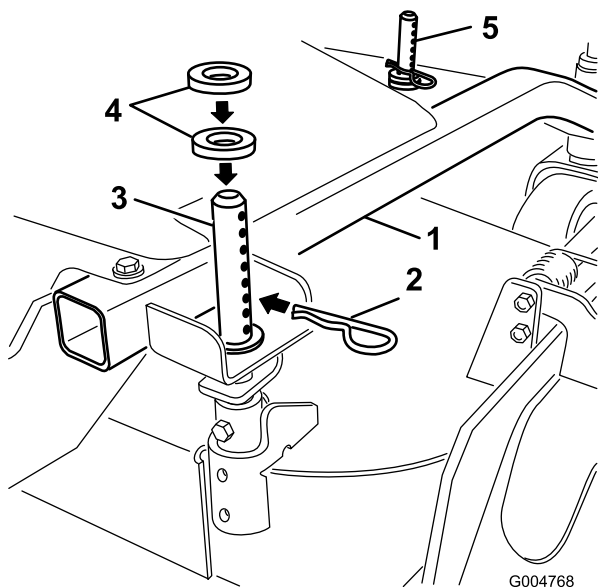

Figura 11
1. Selezionate il foro nella postazione dell'altezza di taglio e il numero dei distanziali corrispondenti all'altezza di taglio desiderata (Figura 11).
2. Tramite la manopola di sollevamento, sollevate il piatto di taglio e togliete la coppiglia a forcina (Figura 11).
3. Aggiungete o togliete i distanziali se necessario, quindi allineate i fori e inserite la coppiglia (Figura 11).